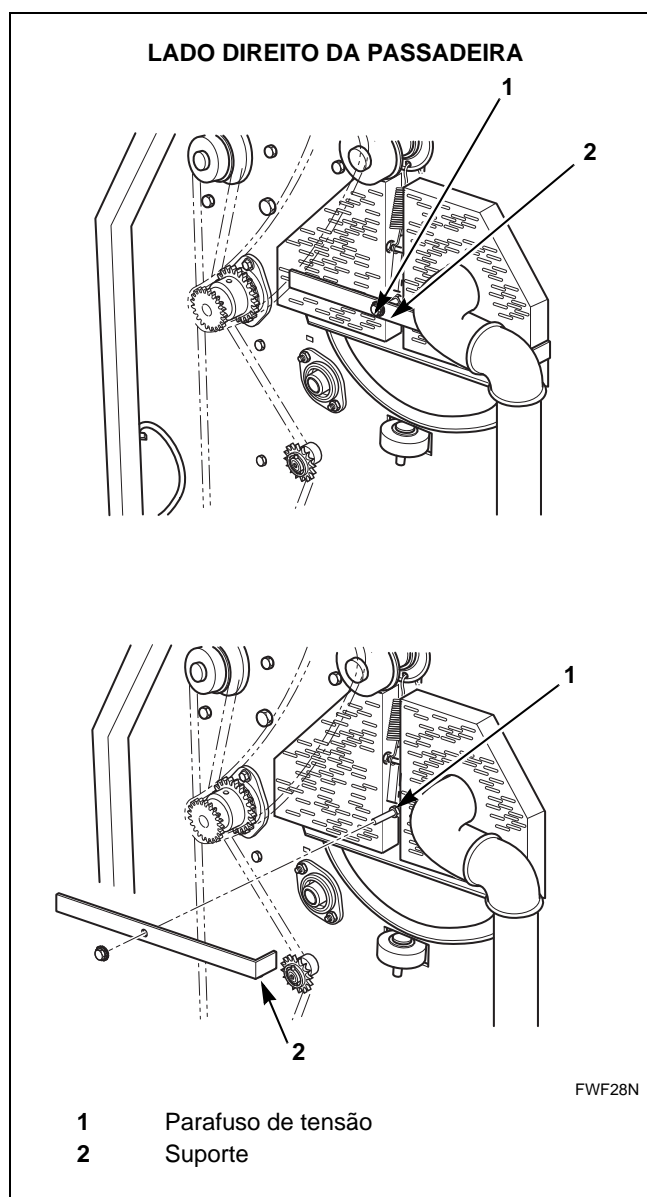

Figura 33
2. Localize os sistemas de tensão da correia de retorno em cada lado da passadeira. Consulte *Figura 33*.